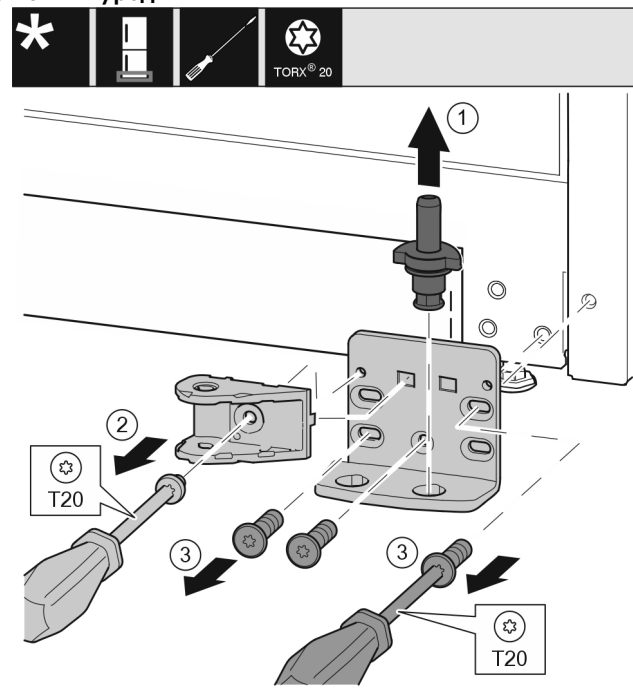

Fig. 34 *
- ▶ Извадете изцяло нагоре лагерния болт. Fig. 34 (1)*
- ▶ Отвийте винта с отвертка T20 и свалете съединението на затварящия демпфер. Fig. 34 (2)
- ▶ Отвийте винтовете с отвертка T20 и свалете лагерната стойка. Fig. 34 (3)*